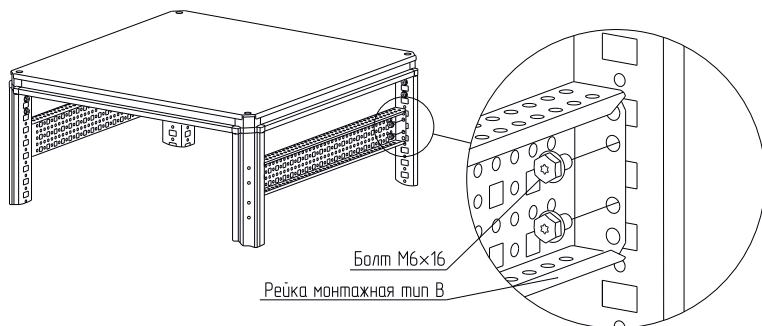

Рисунок 4
- 4.2.2 Установить рейку монтажную тип В между стоек каркаса на нужной высоте и закрепить самонарезающими болтами М6×16 (рисунок 4). Момент затяжки – 7 Н·м. Болты приобрести отдельно.